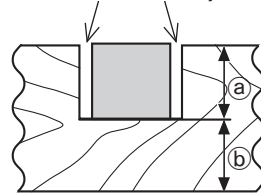

Fig. 44
Las ranuras podrán cortarse en la pieza de trabajo como se indica en la Fig. 44 regulando el perno de ajuste de profundidad de 6 mm.
- (2) Ajuste la profundidad de corte deseada regulando la distancia entre la hoja de sierra y la superficie de la mesa giratoria (consulte **b**) de la Fig. 44).